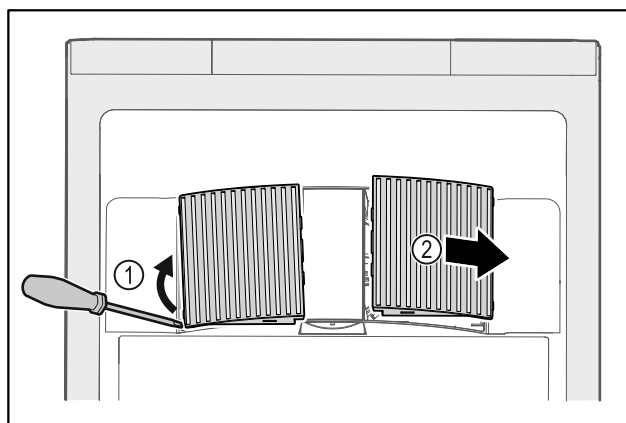

Fig. 126
- ▶ Lirk forsigtigt ventilatorafdækningerne ud fra siden Fig. 126 (1), og tag dem af forfra Fig. 126 (2).